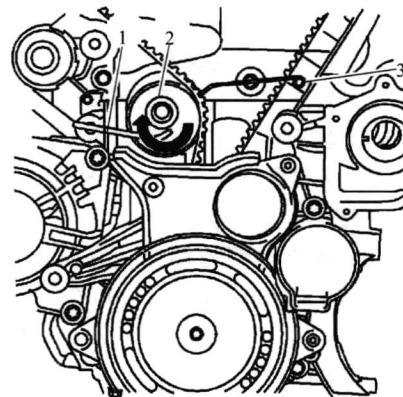

图 1-7 锁止正时带张紧器
- 13) 如图 1-7 所示，使用 Allen 钥匙(1)，沿箭头方向对正时带张紧滚柱(2)施加张紧力。
- 14) 如图 1-7 所示，用 EN-6333 锁销(3)，锁止正时带张紧器。